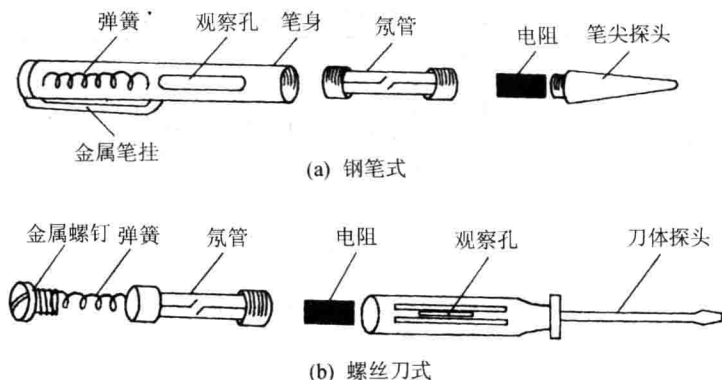

图 1-3 电笔结构
(1) 电笔。电笔属于低压验电器,常分钢笔式和螺丝刀式(又称起子式)2 种。其检测电压范围为 60~500 V,一般由金属探头、电阻、氖管、弹簧和笔身等组成,如图 1-3 所示。电笔